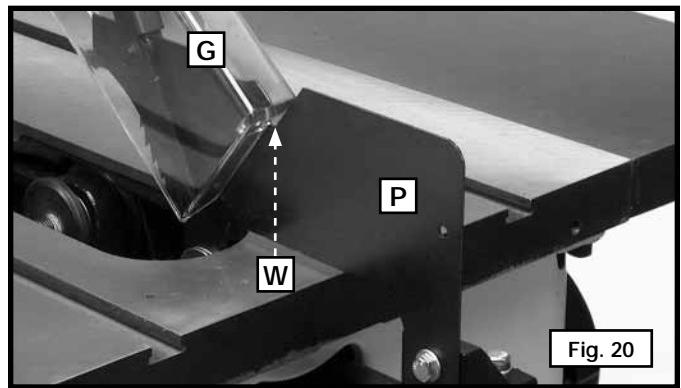
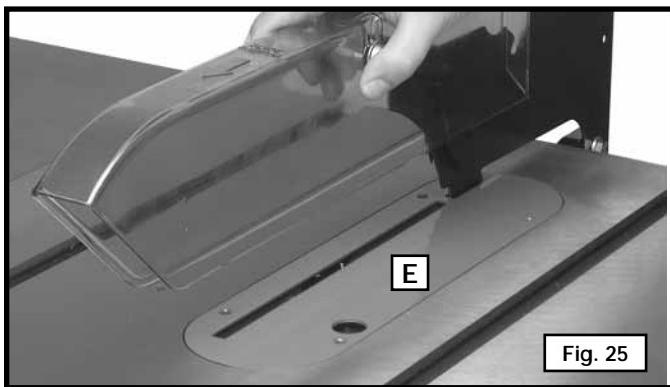

Fig. 20
Fig. 25
11. **IMPORTANTE:** El hendedor (P) Fig. 20, tiene una muesca (W) en el borde superior. Levante la parte frontal del protector de la hoja (G) Fig. 25, hasta que su borde trasero se deslice en la muesca (W) del hendedor. Esta muesca mantiene el protector de la hoja en posición elevada.
14. Sujete el protector de la hoja y baje la hoja de la sierra. Instale el inserto para el banco (E) Fig. 25, en la abertura del banco de la sierra.